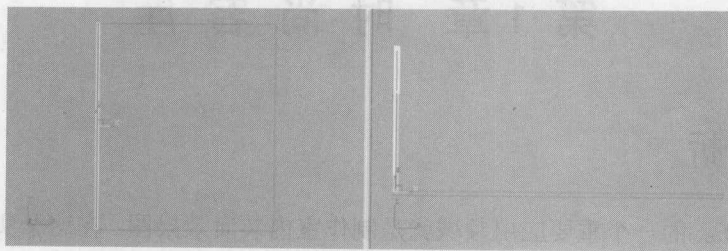

图 1-3 创建的“左墙”造型及位置
(3) 制作左墙, 依次单击  →  → **长方体** 按钮, 在顶视图中创建一个长方体, 命名为“左墙”, 调整其位置如图 1-3 所示。